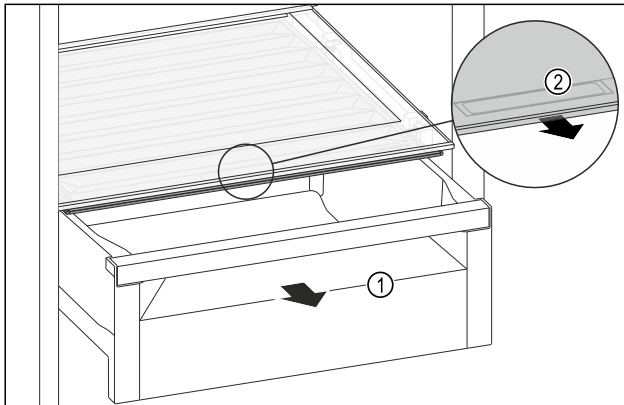

Fig. 155
- ▶ Vedä säilytyslokeron Fig. 155 (1) ulos.
- ▶ Tartu lokeron kannessa olevaan tartuntakohtaan Fig. 155 (2) ja vedä lokeron kantta samanaikaisesti eteenpäin.